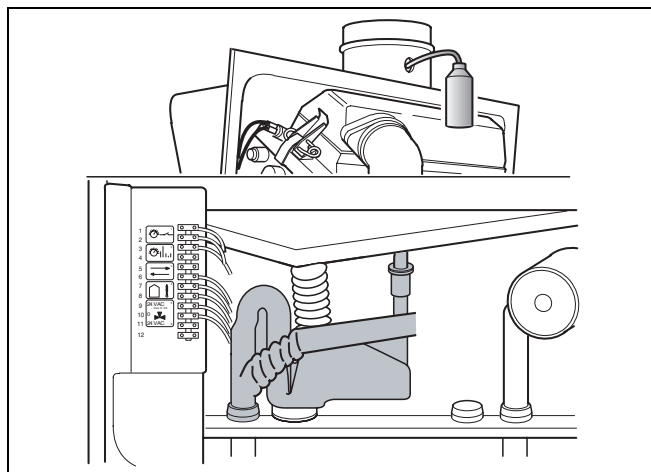

Fig. 41 Se controlează funcționarea bypass-ului apei de condens
- Se scoate și se curăță sifonul (fig. 41). A se urmări corectitudinea înșurubării în sifon a capacului de închidere.
- Se stropește apă (de exemplu cu o pisetă) în punctul de măsurare din stânga (fig. 41) pentru gazele arse și se controlează permeabilitatea bypass-ului apei de condens.